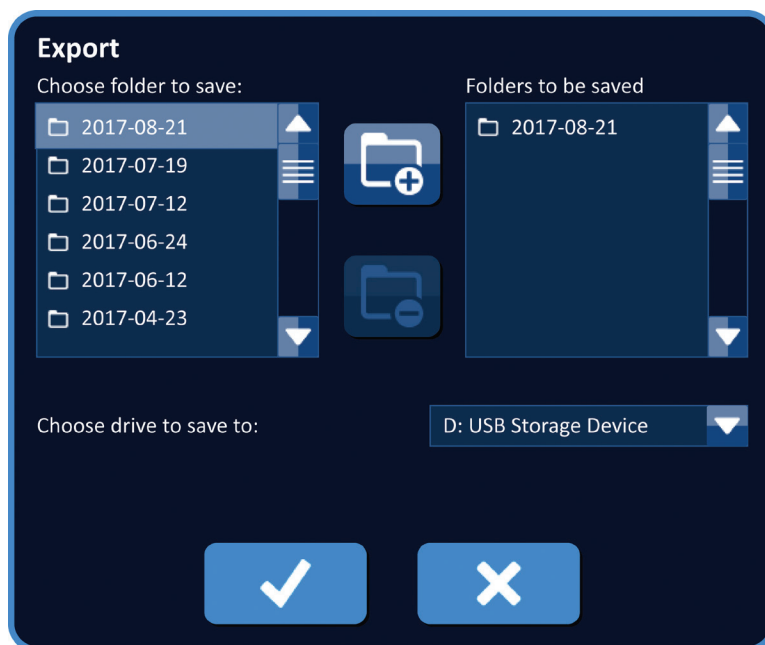

Figura 9.1.3: Caseta de dialog Export – adăugare folder
2. Faceți clic pe butonul Add Folder (Adăugare folder)  pentru a adăuga folderul selectat în caseta de text „Folders to be saved (Foldere de salvat)”, Figura 9.1.3.